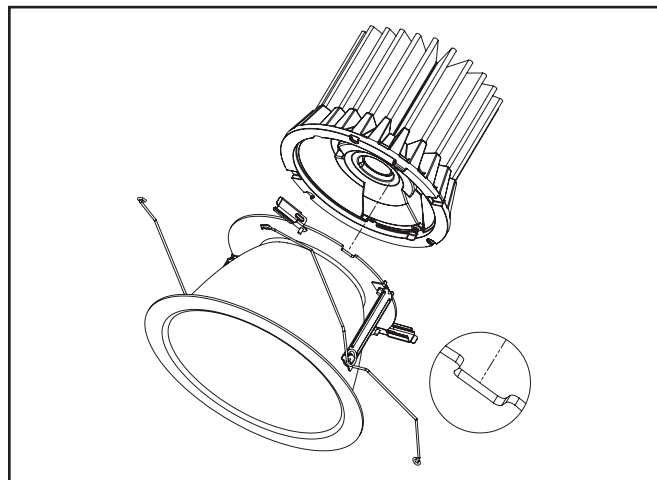

Figure 6.
2. Insérez le moteur lumineux à DEL sur l'assemblage de la garniture. Alignez la languette sur le moteur lumineux à DEL sur l'assemblage de la garniture (Figure 6).